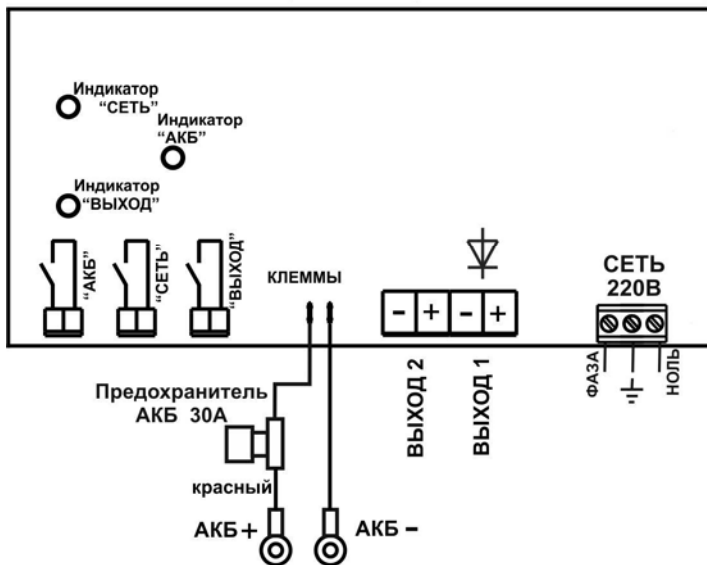

Рисунок 1 - Вид изделия с открытой крышкой (схема подключения)
- формирование выходных сигналов «СЕТЬ», «АКБ» и «ВЫХОД» в формате «СУХИЕ КОНТАКТЫ РЕЛЕ» (при наличии сигнала соответствующий контакт замкнут, см. рисунок 1);
На днище корпуса расположена печатная плата (см. рисунок 1).
**Подключение устройства производится при отключенном сетевом напряжении** и открытой крышке (см. рисунок 1) в следующей последовательности: